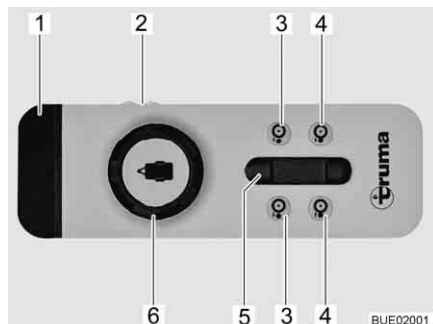

Bild 2 Fernbedienung
Das Fahrzeug wird mit einem Drehregler und einem Schieberegler an der Fernbedienung (Bild 2) gesteuert. Die folgende Tabelle beschreibt die Funktion der einzelnen Anzeige-/Bedienelemente:
- Schiebeschalter (Bild 2,2) an der Fernbedienung auf "EIN" stellen. Die grüne LED 4 (Bild 2,2) blinkt ca. 5 Sekunden lang und leuchtet dann dauerhaft. Das Rangiersystem ist jetzt betriebsbereit.
- Auf beiden Seiten die Antriebsrollen an die Räder schwenken. Dazu gleichzeitig die Tasten "Antriebsrollen an die Räder schwenken" (Bild 2,4) ca. 3 Sekunden lang drücken.
- Fahrzeug mit Drehregler (Bild 2,6) und Schieberegler (Bild 2,5) in gewünschte Position bewegen. Das Fahrzeug wird ruckfrei in Bewegung gesetzt und abgebremst.
- Auf beiden Seiten die Antriebsrollen von den Reifen wegschwenken. Dazu die Tasten "Antriebsrollen wegschwenken" (Bild 2,3) ca. 3 Sekunden lang drücken.
- Schiebeschalter (Bild 2,2) an der Fernbedienung auf "AUS" stellen.
**Not-Aus** Wenn im Betrieb Auffälligkeiten auftreten (z. B. unkontrolliertes Verhalten des Rangiersystems): Schiebeschalter (Bild 2,2) an der Fernbedienung auf "AUS" stellen.